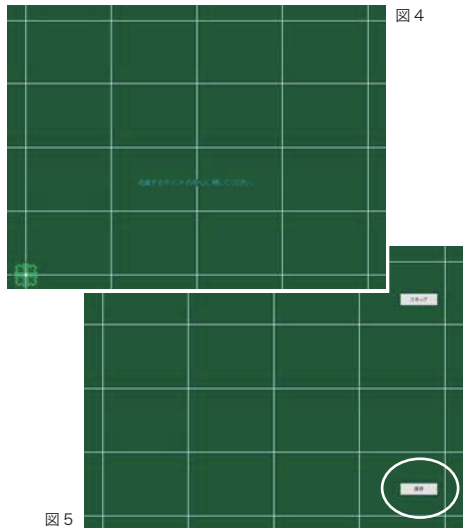

図 5
3. 9つのポイントを押し終わると、キャリブレーションが終了し図5が表示されます。